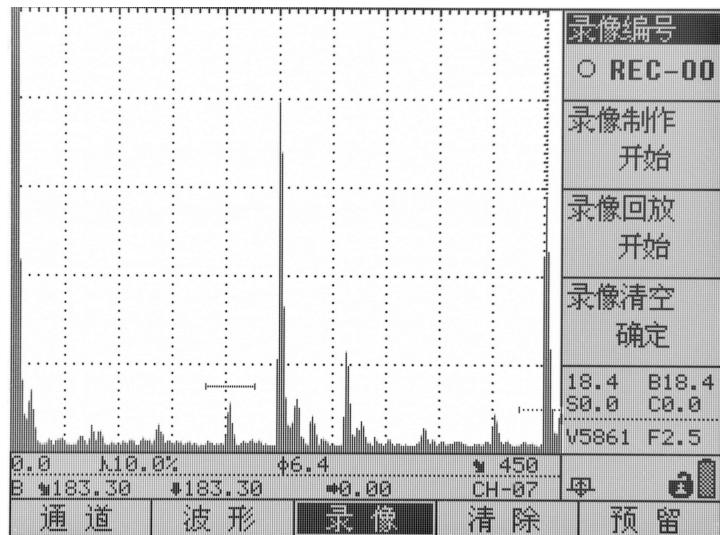

图 5.2
1. 单击“动态记录”键，进入录像操作界面，如图 5.2 所示。在“录像编号”子菜单中通过选择旋钮选择录像文件 (REC-XX)，再选择“录像制作”子菜单，并按“确认”键开始录像。如果录像文件中已存有数据，则仪器会提示“文件中已存有数据，清空后方可重新录制”，并返回。